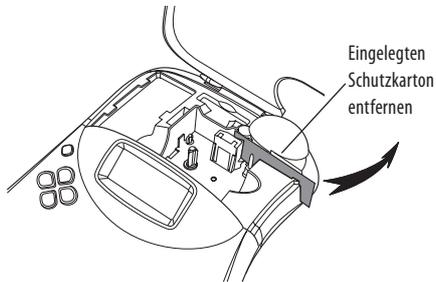

Abb. 4
**i** Entfernen Sie vor dem ersten Gebrauch bitte den Schutzkarton zwischen dem Druckkopf und der Andruckrolle. Siehe Abb. 4